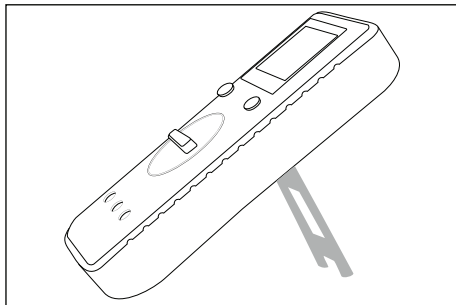

Fig. 4
- ◆ Para colocar el aparato, despliegue el soporte de la parte posterior del aparato (consulte la fig. 4).